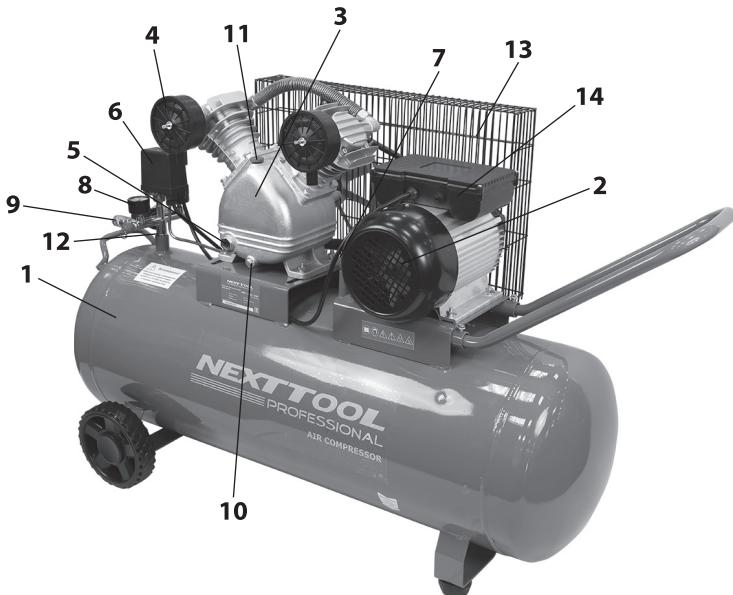

рис.1
1.6 Общий вид компрессора представлен на рис.1
ВНИМАНИЕ! При внезапном обесточивании компрессора (отключении подачи тока, срабатывании сетевого автоматического выключателя или иной причине) необходимо выключить компрессор, утопив кнопку реле давления (рис.1 поз.7) - положение «Нажато!» Это позволит продолжить работу после подачи напряжения и предотвратит возможные поломки.